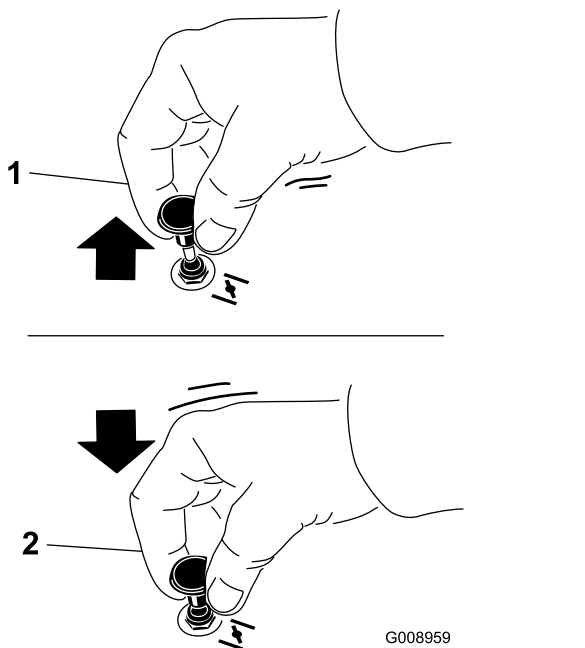

Figure 22
1. Tirez sur la commande de starter pour engager le starter avant d'utiliser le commutateur d'allumage (Figure 22).
2. Appuyez sur la commande pour désengager le starter après le démarrage du moteur (Figure 22).